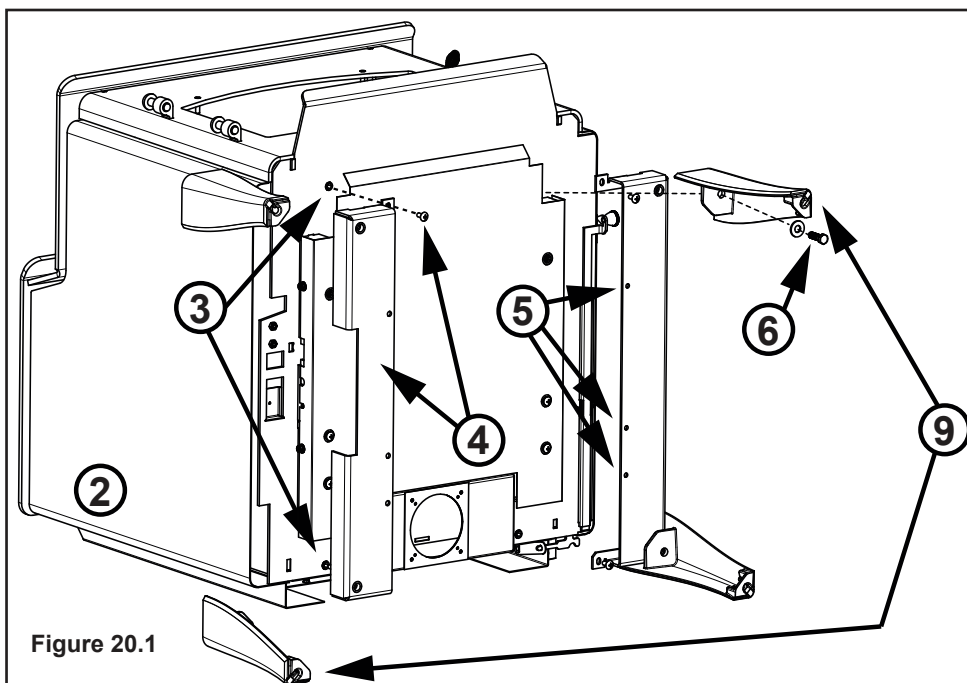

Figure 20.1
3. Retirez les quatre vis de l'appareil (**Figure 20.1**).
**REMARQUE :** Il y a un sens droit et gauche d'installation des pieds (**Figure 20.1**).
5. Installez six vis au bas des supports de pieds (**Figure 20.1**).
**Remarque :** Les pieds comportant un boulons de mise à niveau doivent être aux coins opposés de l'appareil - un à l'avant et un à l'arrière (**Figure 20.1**).